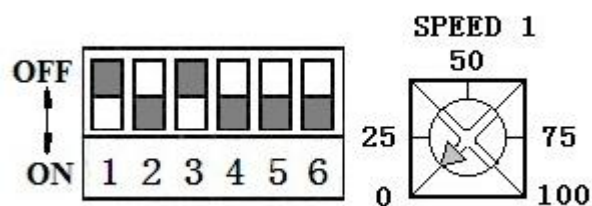

图 9
(1) 内部电位器控制,用内电位器 SPEED1 速度调节。见图 9（该模式为默认模式）